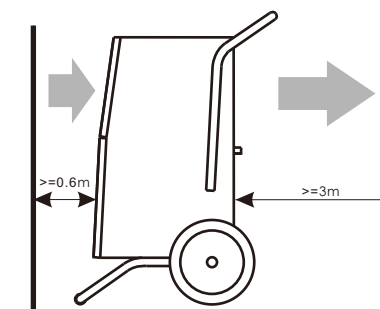

FIG . 2
- Den anbefalte minste avstanden for både innsugings- og utslippssiden fra veggene er henholdsvis 0,6 og 3 m, dette for å oppnå best effektivitet (se FIG. 2).